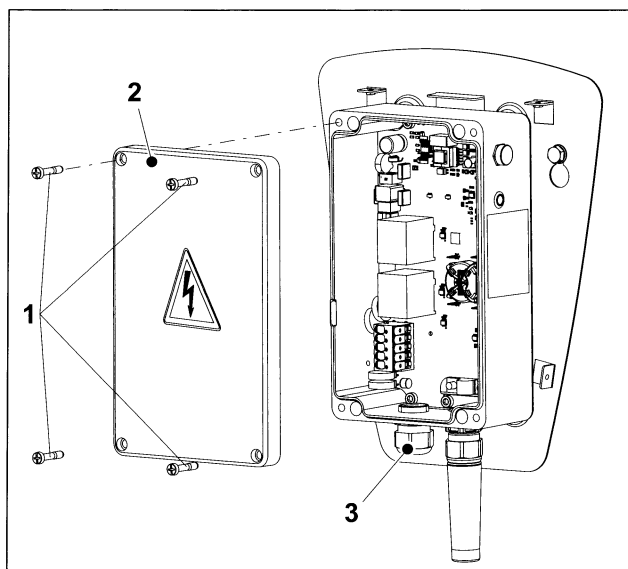

Abb. 4 Heidelberg Wallbox Home Eco, geöffnetes Elektronikgehäuse
1. Die vier Schrauben (Abb. 4/1) lösen und den Deckel des Elektronikgehäuses (Abb. 4/2) abnehmen.
2. Die Kabelverschraubung ESKV25 (Beipackzubehör) mit dem dazugehörigen Dichtring EADR25 (Beipackzubehör) in das Elektronikgehäuse einschrauben (Abb. 4/3) und festziehen (ca. 8 Nm).
- Den Deckel des Elektronikgehäuses (Abb. 4/2) aufsetzen und die vier Schrauben festziehen (2,5 Nm).